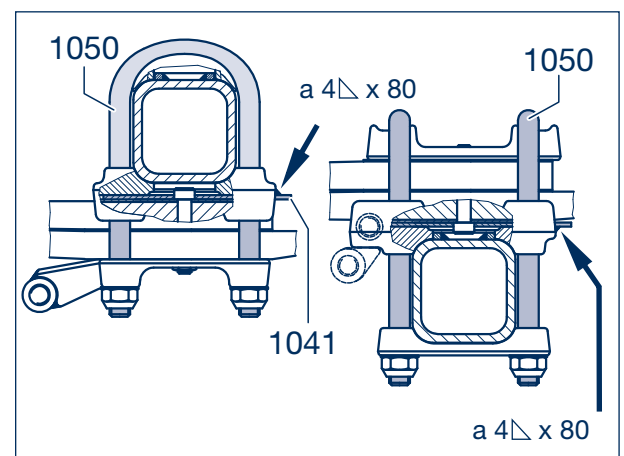

Bild 5
- [7] Einspurplatten (falls vorhanden) wieder an den Achslappen anschweißen (Bild 5/Pfeile).